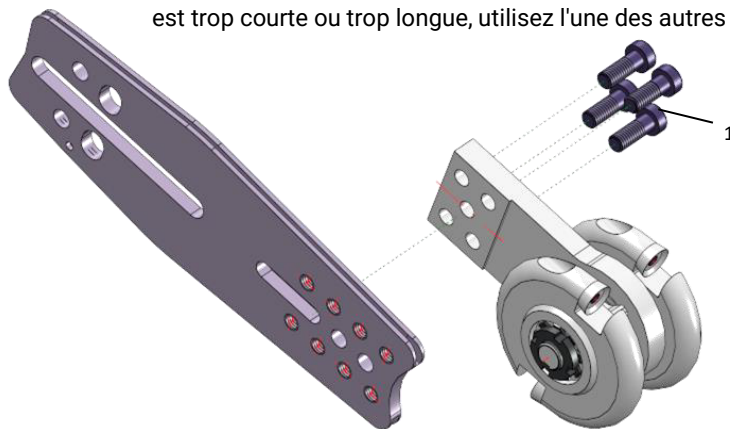

Fig. 1. Montage de la fraiseuse à bois ETH-C-Mini
- Montez la fraiseuse à bois à l'aide des 4 vis à tête cylindrique (1- Fig 1). Pour la plupart des scies, la position des deux trous centraux est la bonne. Si, lors de la tension de la chaîne, celle-ci est trop courte ou trop longue, utilisez l'une des autres positions.